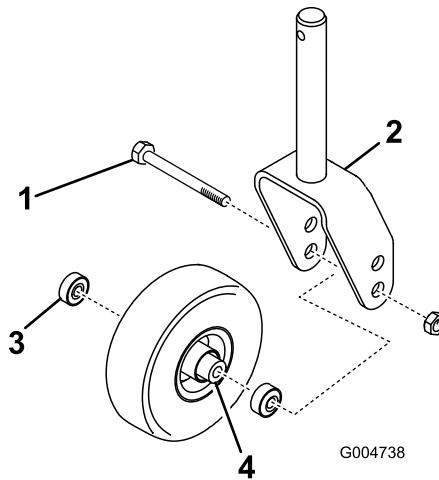

Bild 26
1. Entfernen Sie die Sicherungsmutter von der Schraube, mit der das Laufrad an der Gabel befestigt ist (Bild 26). Halten Sie das Laufrad fest und schieben die Schraube aus der Gabel oder vom Gelenkkarm ab.
- (Bild 26). Entfernen Sie das Lager aus der gegenüberliegenden Seite der Radnabe.